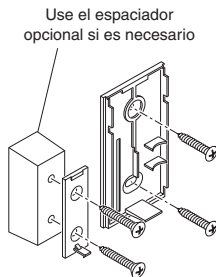

Figura 5
- **Montaje con tornillos:** Extraer la parte posterior de la caja presionando la aleta en el botón con un destornillador pequeño (vea la Figura 2). *Nota:* Quite la suciedad de los orificios para tornillos (si es necesario) antes de poner los tornillos. Fije la tapa posterior del detector a la pared con los dos tornillos pequeños (vea la Figura 5). Presione el detector sobre la tapa posterior.